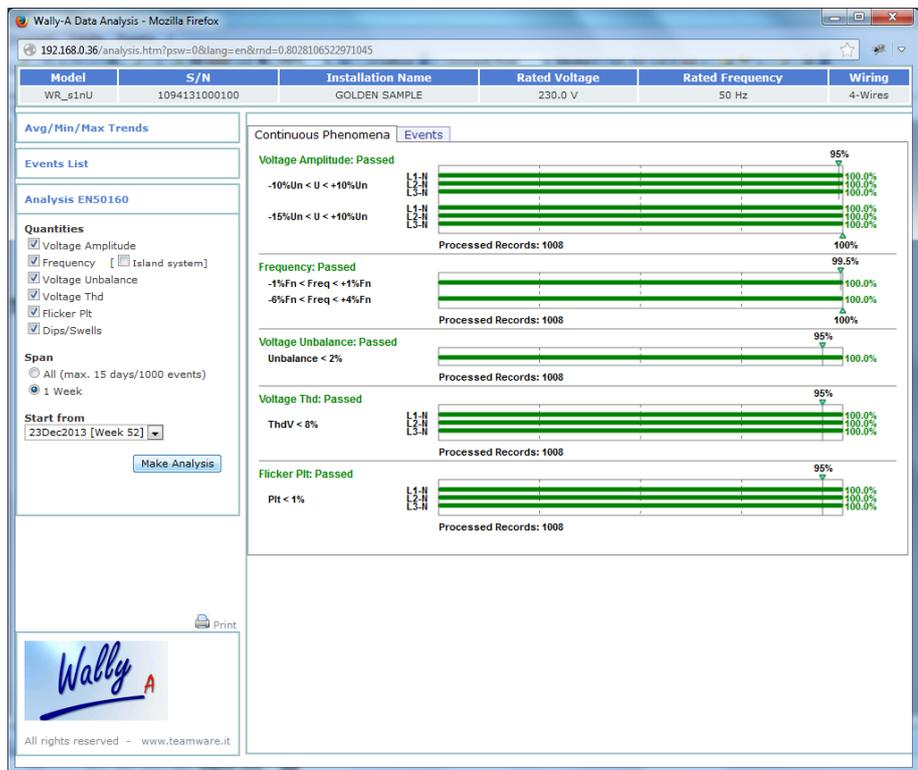

Figura 5-21a. Rapporto EN50160 per grandezze continue
- **Analisi di conformità EN50160:** verifica la rispondenza delle misure registrate (sia grandezze continue che eventi di tensione) con i limiti della norma EN50160, come mostrato in figura 5.21a e 5-21b.